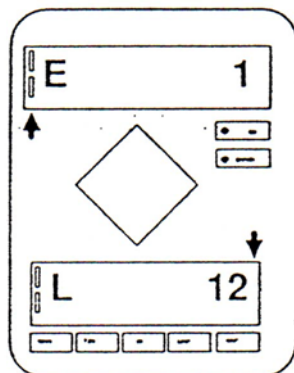

Figura 6 – Menù del programma EDIT.
- 1) Premere il tasto  diverse volte dal menù Avvio OFF fin quando non comparirà il menù EDIT. A questo punto nel display superiore verrà visualizzato l'ultimo programma elaborato: nel display superiore compare il numero del programma mentre nel display inferiore compare il numero di righe (vedi Figura 6).